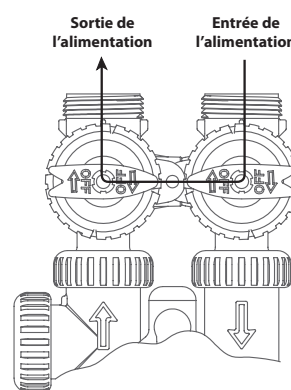

Figure 2
2. **Position de dérivation:** Les poignées d'entrée et de sortie indiquent le centre de dérivation. Le système demeure isolé de la pression d'eau du réseau de plomberie. L'eau non-traitée est fournie au bâtiment. **(Fig. 2).**
- Après l'installation, tourner la poignée du robinet de dérivation à la position « bypass mode » (Voir Fig. 2, page 2)
1. En position de dérivation (Fig. 2 page 2) et la vanne de commande en position normale (l'heure du jour ou les gallons restants sont affichés)- ajouter 3 gallons d'eau au réservoir de régénération.
3. Alors que l'eau s'écoule au drain à un rythme constant, sans présence d'air, ouvrir soigneusement et pleinement la vanne d'entrée. Restaurer le courant et appuyer la touche **REGEN** pour faire avancer la commande à la position saumure/« BRINE ». La dérivation est maintenant en mode diagnostique (Fig.2 page 2). Vérifiez qu'il n'y ait aucune fuite ou lames d'air dans l'eau qui coule dans la tuyauterie du réservoir de saumure. Il devrait y avoir un lent débit au drain.